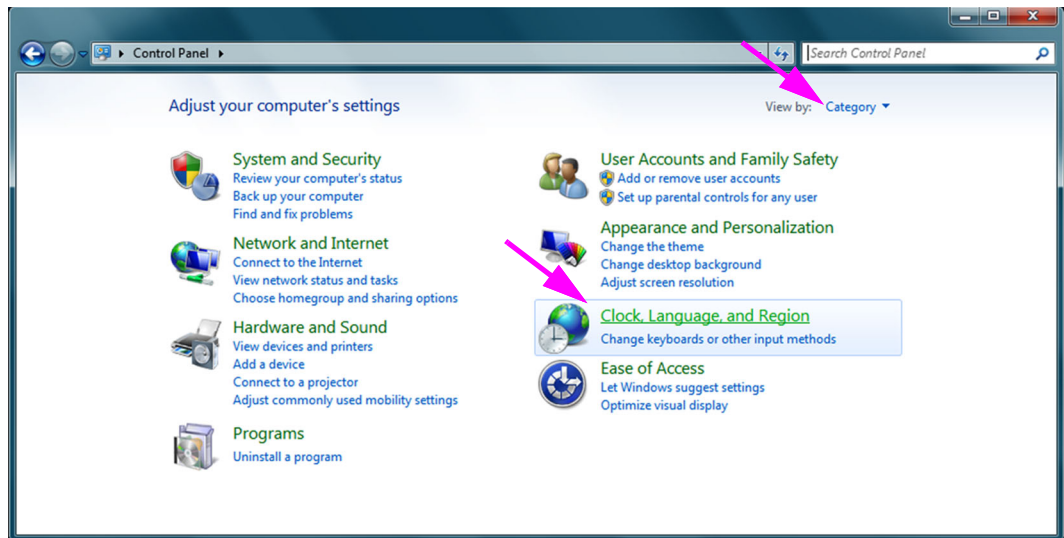

Figura C-1. Ventana Control Panel (Panel de control)
3. Abra el Control Panel (Panel de control). Asegúrese de que la vista se haya establecido a **Category (Categoría)** y haga clic en **Clock, Language, and Region (Reloj, idioma y región)** (consulte la Figura C-1).